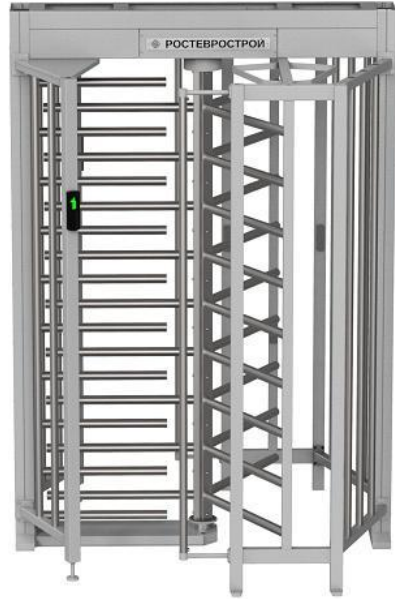

Рис. 7
5. Окончательная сборка (рис.7, 8):
- установите на место крышку **20** (выполнить после подключения турникета и проведения, при необходимости, режима калибровки) и закрепите винтами М4 (рис.7).